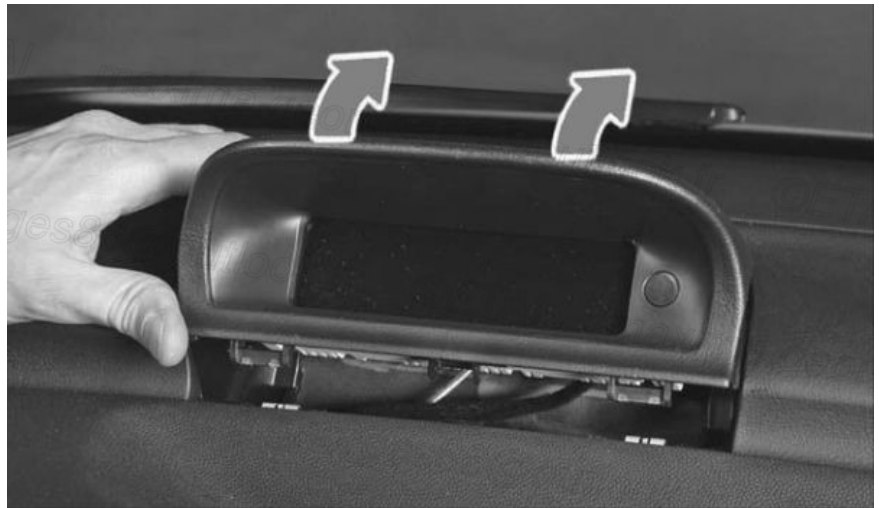

Fig. 26
- Dégrafer l'écran multifonctions en le faisant pivoter vers le haut (voir mouvement indiqué par les flèches) puis débrancher son connecteur avant de le déposer **(Fig.26)**